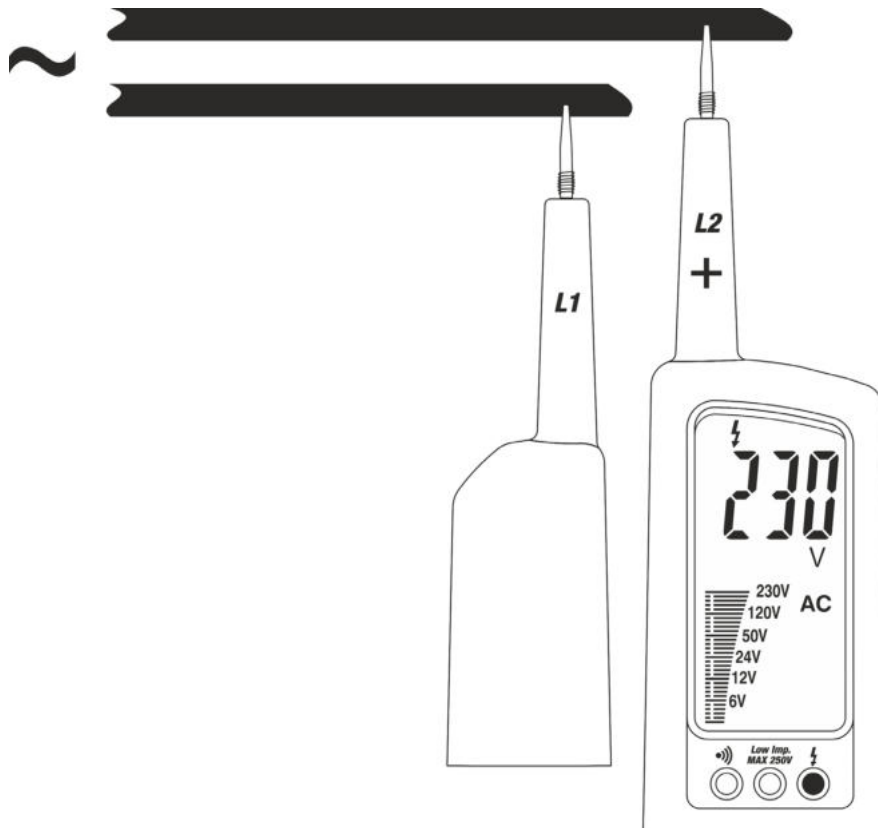

Fig. 3: Mesure de Tension CA
2. Connectez les sondes **L1** et **L2** à l'objet à tester (voir Fig. 3). La mesure est effectuée **uniquement lorsque les sondes sont en contact avec des conducteurs sous tension**